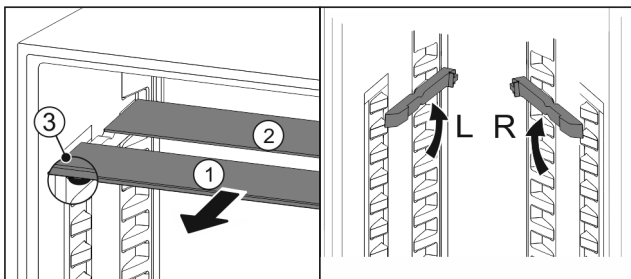

Fig. 84
- ▶ Посуньте Fig. 84 (1) скляну панель вперед.
- ▷ Скляна панель Fig. 84 (1) з декоративною планкою лежить спереду.
- ▷ Стопори Fig. 84 (3) показують вниз.